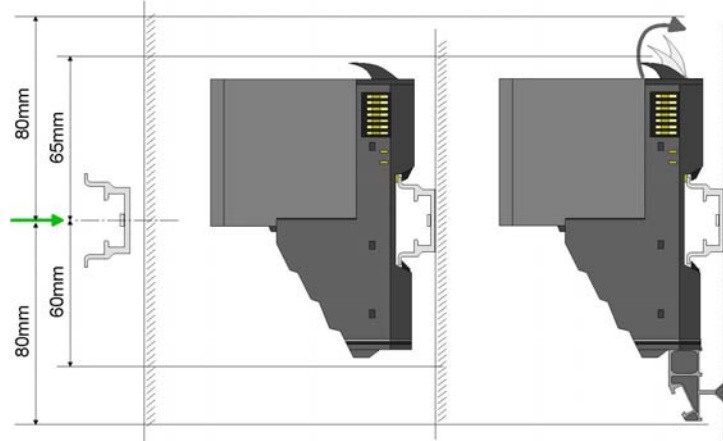

Abb. 5-5: Montageabstände
- Montieren Sie die Profilschiene mit den notwendigen Abständen (siehe Abb. 5-5: "Montageabstände").